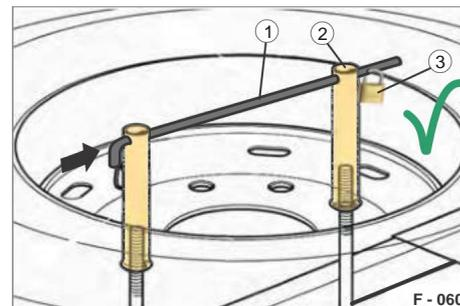

Fig. 82 Ruota di scorta fissata
- ÿ Avvitare i dadi dei tubi (Fig. 82/2) sulle viti del gancio.
- ÿ Serrare manualmente entrambi i dadi del tubo (Fig. 82/2).
- ÿ Serrare il dado del tubo utilizzando la barra trasversale (Fig. 82/1) come leva (almeno 5 giri).
- ÿ Inserire la barra trasversale (Fig. 82/1) attraverso entrambi i dadi del tubo (Fig. 82/2).
- ÿ Applicare il lucchetto (Fig. 82/3).